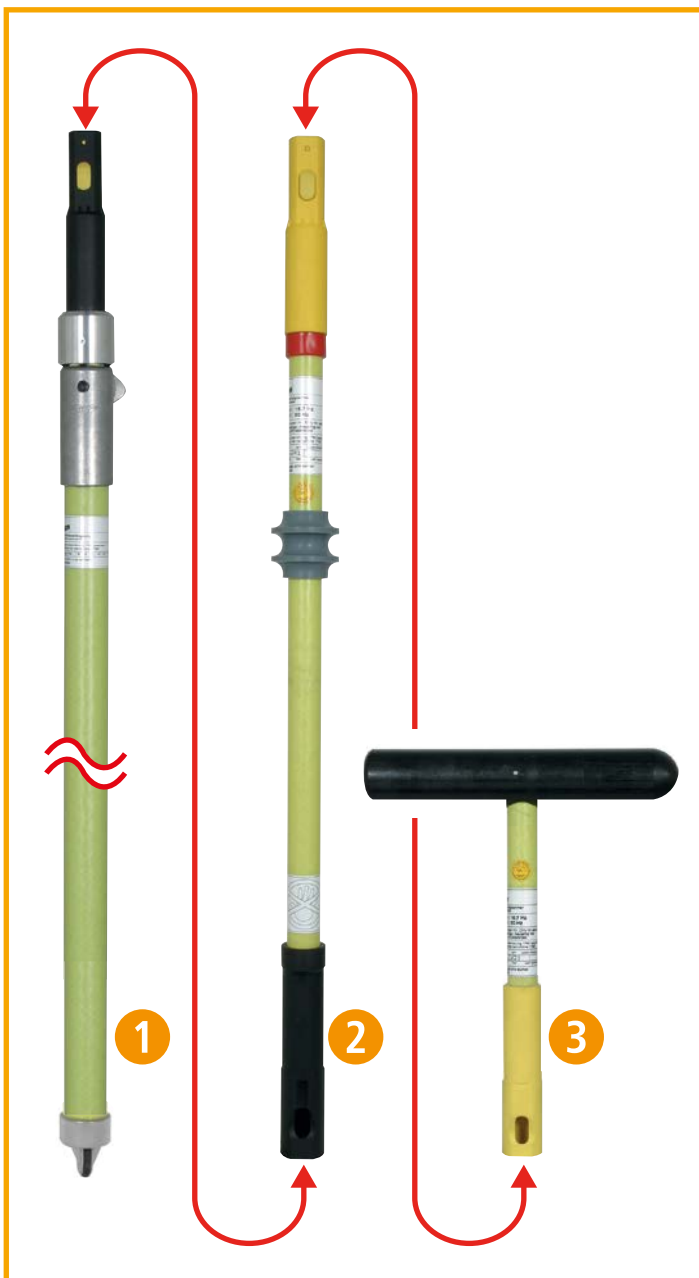

Bild 1 Einzelteile
- ➔ Die Isolierstange, Handhabeverlängerung und Arbeitskopf sind vor der Montage auf mechanische Schäden (auf festsitzende Schirme, festen Sitz des roten Ringes sowie des schwarzen Markierungsringes, auf Risse und tiefe Kratzspuren im Bereich der Isolierstrecke und des Verlängerungsteiles, ...) zu prüfen (siehe Bild 1, Seite 6). Defekte Einzelteile sind der Weiterverwendung zu entziehen.